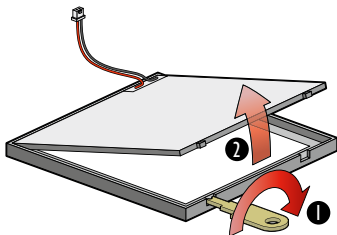

Abb. 2
4. Füllen Sie die mitgelieferte Blanko-Beschriftungskarte aus und fügen Sie diese dem Namensschild hinzu. Öffnen Sie vorsichtig mit einem kleinen Schraubendreher bzw. mit dem mitgelieferten Schlüssel das Namensschild (Abb. 2).